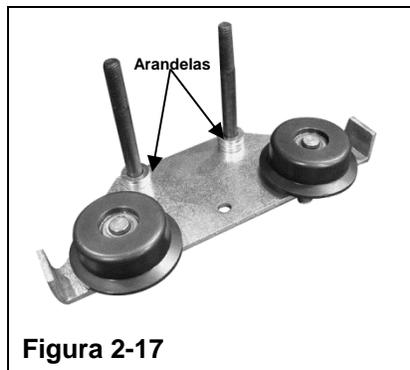

Figura 2-17
- Paso 2. Coloque la cantidad necesaria de arandelas planas en los pernos como se muestra más adelante (Consulte la Figura 2-17).